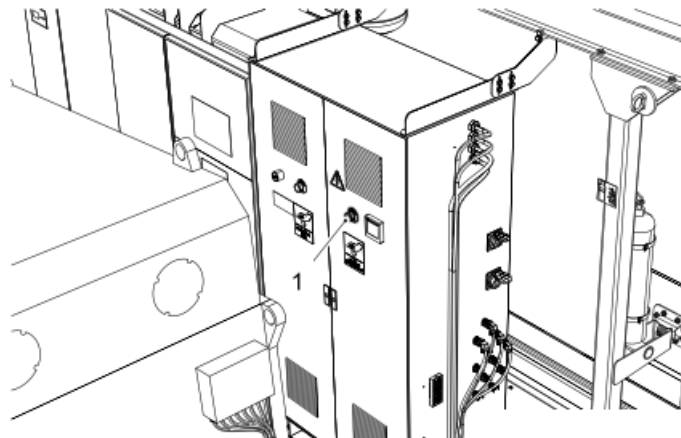
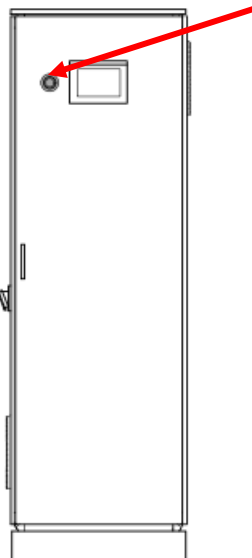

Abbildung 6: Position des Notausschalters am Schaltschrank der Gondelsteuerung
Abbildung 7: Position des Notausschalters am Schaltschrank im Turmfuß
- Betätigung der Notausschalter (Abbildung 6, Abbildung 7)